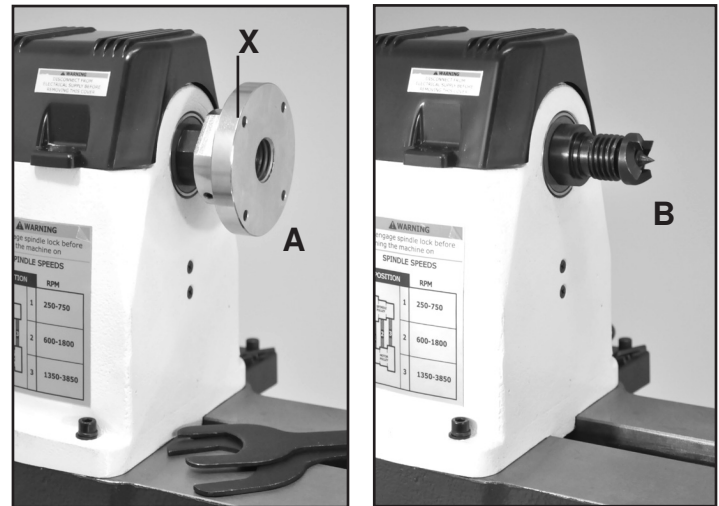

FIG. 2
3. **PLATEAU DE MONTAGE** : Les plateaux de montage (#58, Fig. 2, A) sont utilisés pour tourner des bols et des assiettes. Il y a divers trous de vis sur le plateau pour monter la pièce à tourner. Vissez le plateau sur la broche en sens horaire, et serrez-le en place avec les vis de blocage qui ont situées sur le moyeu derrière le plateau. Pour retirer le plateau, desserrez les vis de blocage. Utilisez une clé sur la portion plate de la broche (X) et une autre clé sur le moyeu derrière le plateau, puis desserrez le plateau de la broche. Tournez le plateau en sens antihoraire pour le retirer de la broche.
4. **POINTE DE LA POUPÉE FIXE** : La pointe (#59, Fig. 2,B) est utilisée pour le tournage entre pointes. Elle se loge dans la broche. La broche et la pointe ont des alésages MT2 correspondants. La pointe peut être retirée de la broche avec la longue barre de dégagement insérée à travers l'extrémité gauche de la broche.